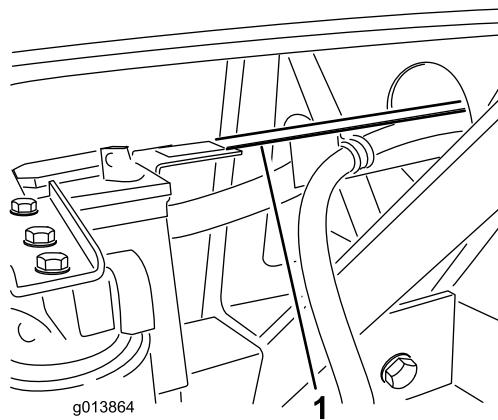

Figura 10
33. La guía de los manguitos debe descansar sobre la pestaña de la pata vertical de la bandeja de la batería (Figura 10). Si los taladros de la guía de los manguitos no quedan alineados con los taladros de la pestaña de la bandeja de la batería, puede ajustarse la longitud de la guía aflojando los pernos que la sujetan al soporte del depósito hidráulico y deslizando la guía hacia adelante o hacia atrás, según sea necesario.
34. Sujete la guía de los manguitos a la pestaña de la bandeja de la batería usando 2 pernos de 1/4 x 3/4 pulgada y contratuerca con arandela prensada (Figura 10).